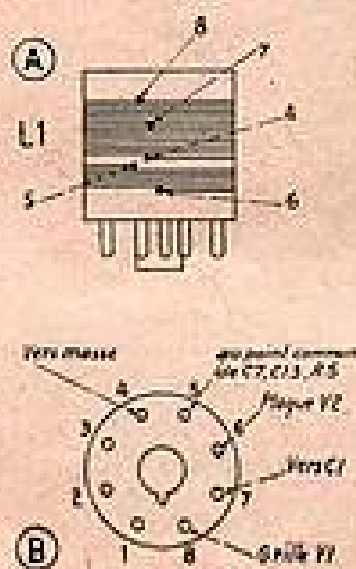

FIG. 2
On utilisera comme support un culot octal de lampe genre métal-glass. La figure 2 montre l'aspect du bobinage (A) et les broches du culot (B).